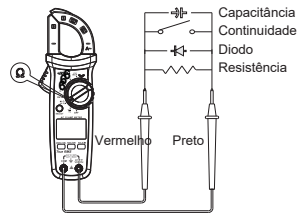

fig. 4
- Quando a tensão medida for ≥ 30 V (AC) ou ≥ 60 V (DC), o LCD exibirá o aviso de alarme de alta tensão "⚡".
3. Medição da resistência (fig. 4)
4. Teste de continuidade (fig. 4)
5. Teste do diodo (fig. 4)